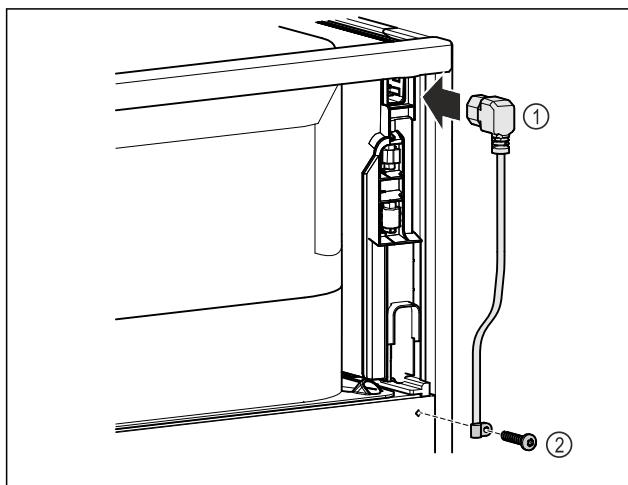

Fig. 8
- Ikiškite prijungimo prie tinklo laidų „šaltojo prijungimo“ jungtį Fig. 8 (1) galinėje prietaiso pusėje.
- Sumontuokite suveržimo įtaisą. Fig. 8 (2)